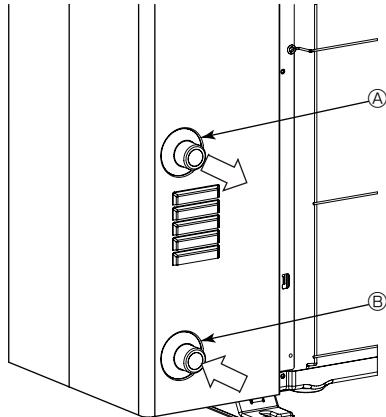

Fig. 5-1
5.1. Conexión de las tuberías del agua (Fig. 5-1)
- La posición de las tuberías de entrada y salida se muestra en la Fig. 5-1.
[Fig. 5-1]